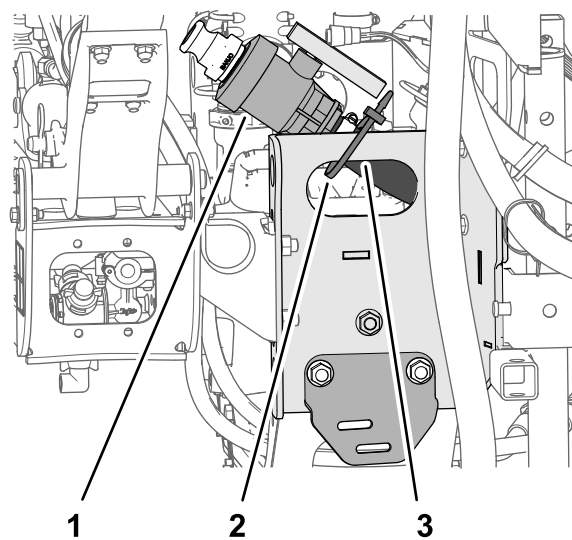

Рисунок 13
- 1. Снимите кабельную стяжку, которая крепит сливной клапан со шлангом для бака опрыскивателя к швеллеру рамы (Рисунок 13).